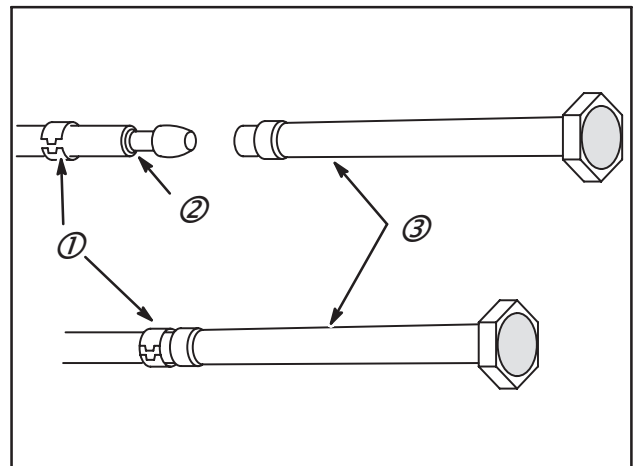

Fig. 24
2. Pour déposer le tube plongeur rehaussé en nylon du tube en laiton, faire glisser le clip (1) sur le tube laiton (3), Fig. 24.
2. Glisser un circlip neuf sur le tube en laiton. Chauffer l'extrémité du tube en nylon dans de l'eau chaude et l'enfoncer sur le tube en laiton. Mettre le circlip sur le tube en nylon à la hauteur de la gorge du tube en laiton, Fig. 24.